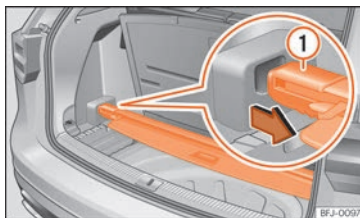

Abb. 117 Unter dem Gepäckraumboden: Gepäckraumabdeckung verstauen.
- Legen Sie die Gepäckraumabdeckung in die dafür vorgesehene Aufnahme »» **Abb. 117**.